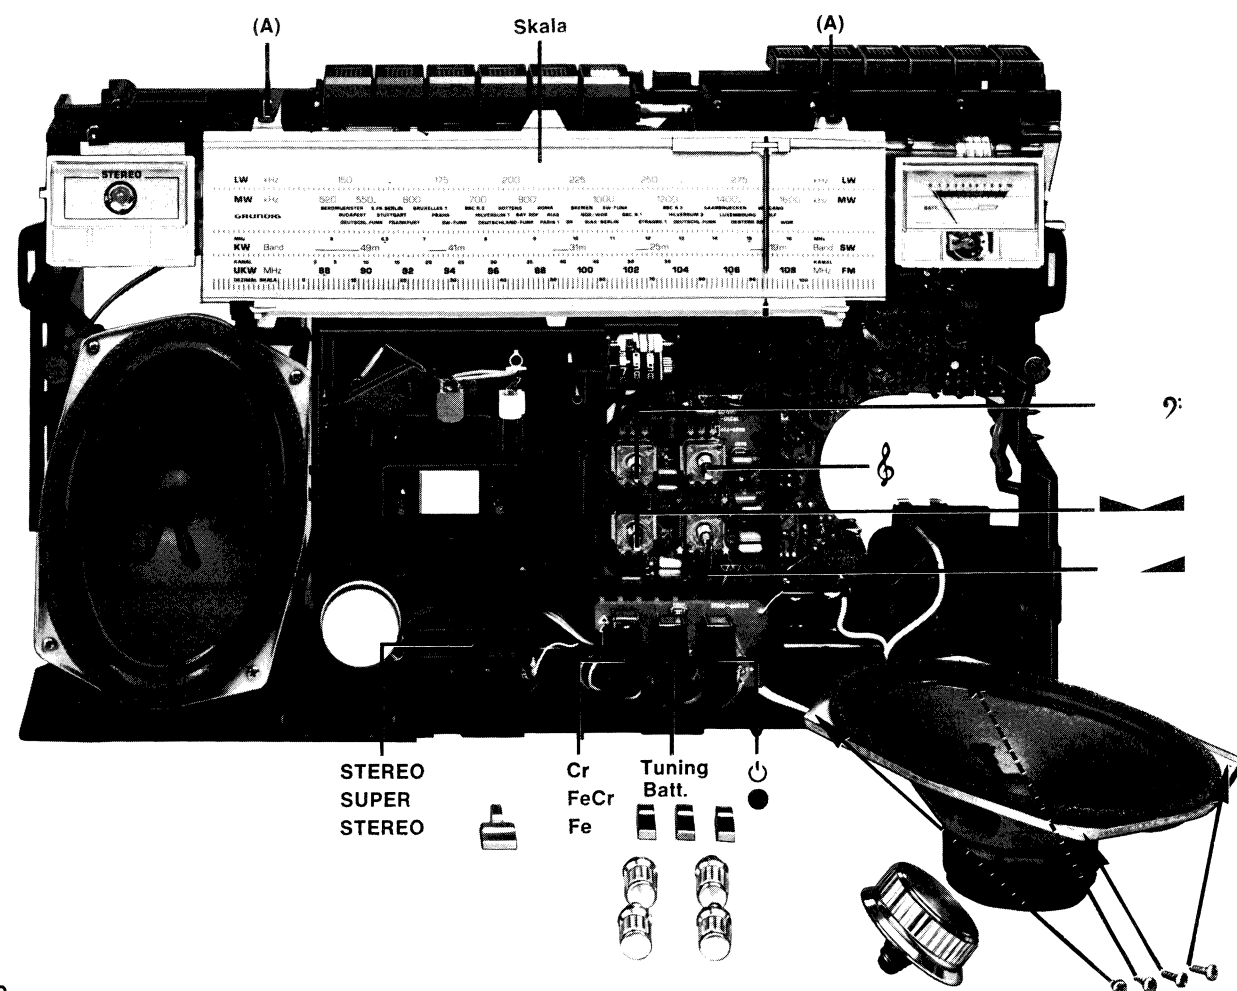

Bild 3
1.3 Ausbau der Skala [Bild 3, 4]